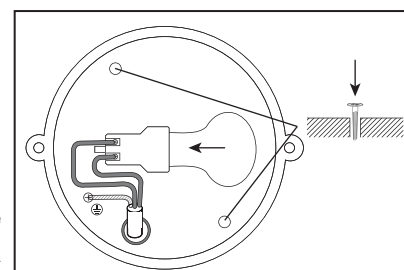

Рис. 3
- Проведите питающий провод ~220 В через гермоввод светильника и подключите контакты провода к патрону. [Рис 2, Рис.3]
- Наметьте место будущей установки светильника, зафиксируйте основание светильника при помощи двух винтов (в комплект поставки не входят) на монтажной поверхности. [Рис.3]
- Вкрутите лампочку в патрон. Мощность лампы не должна превышать максимальную мощность, указанную в технических характеристиках светильника. [Рис.3]